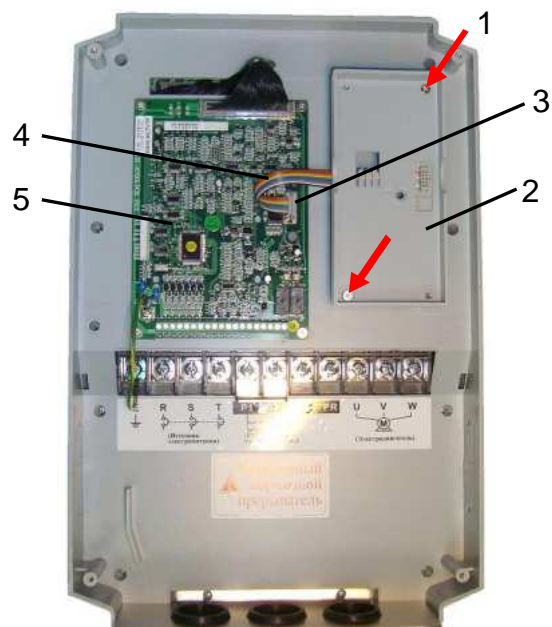

Рис. 6.3
6.3.1. Выкрутить два винта 1 крепления рамки пульта управления 2 (рис. 6.3.), положить винты в тару.
6.3.2. Демонтировать рамку пульта управления, отвести фиксирующую скобу 3 и отсоединить разъем шлейфа 4 пульта управления от платы центрального процессора (ЦП) 5 (рис. 6.3).